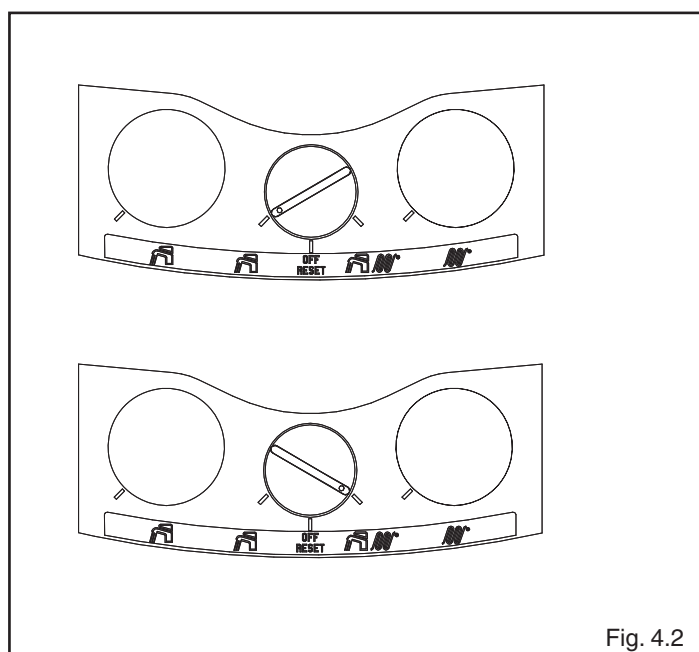

Fig. 4.2
- alimentar eléctricamente la caldera, poner el selector de funciones en el símbolo verano «☀» or invierno «❄» (fig. 4.2)